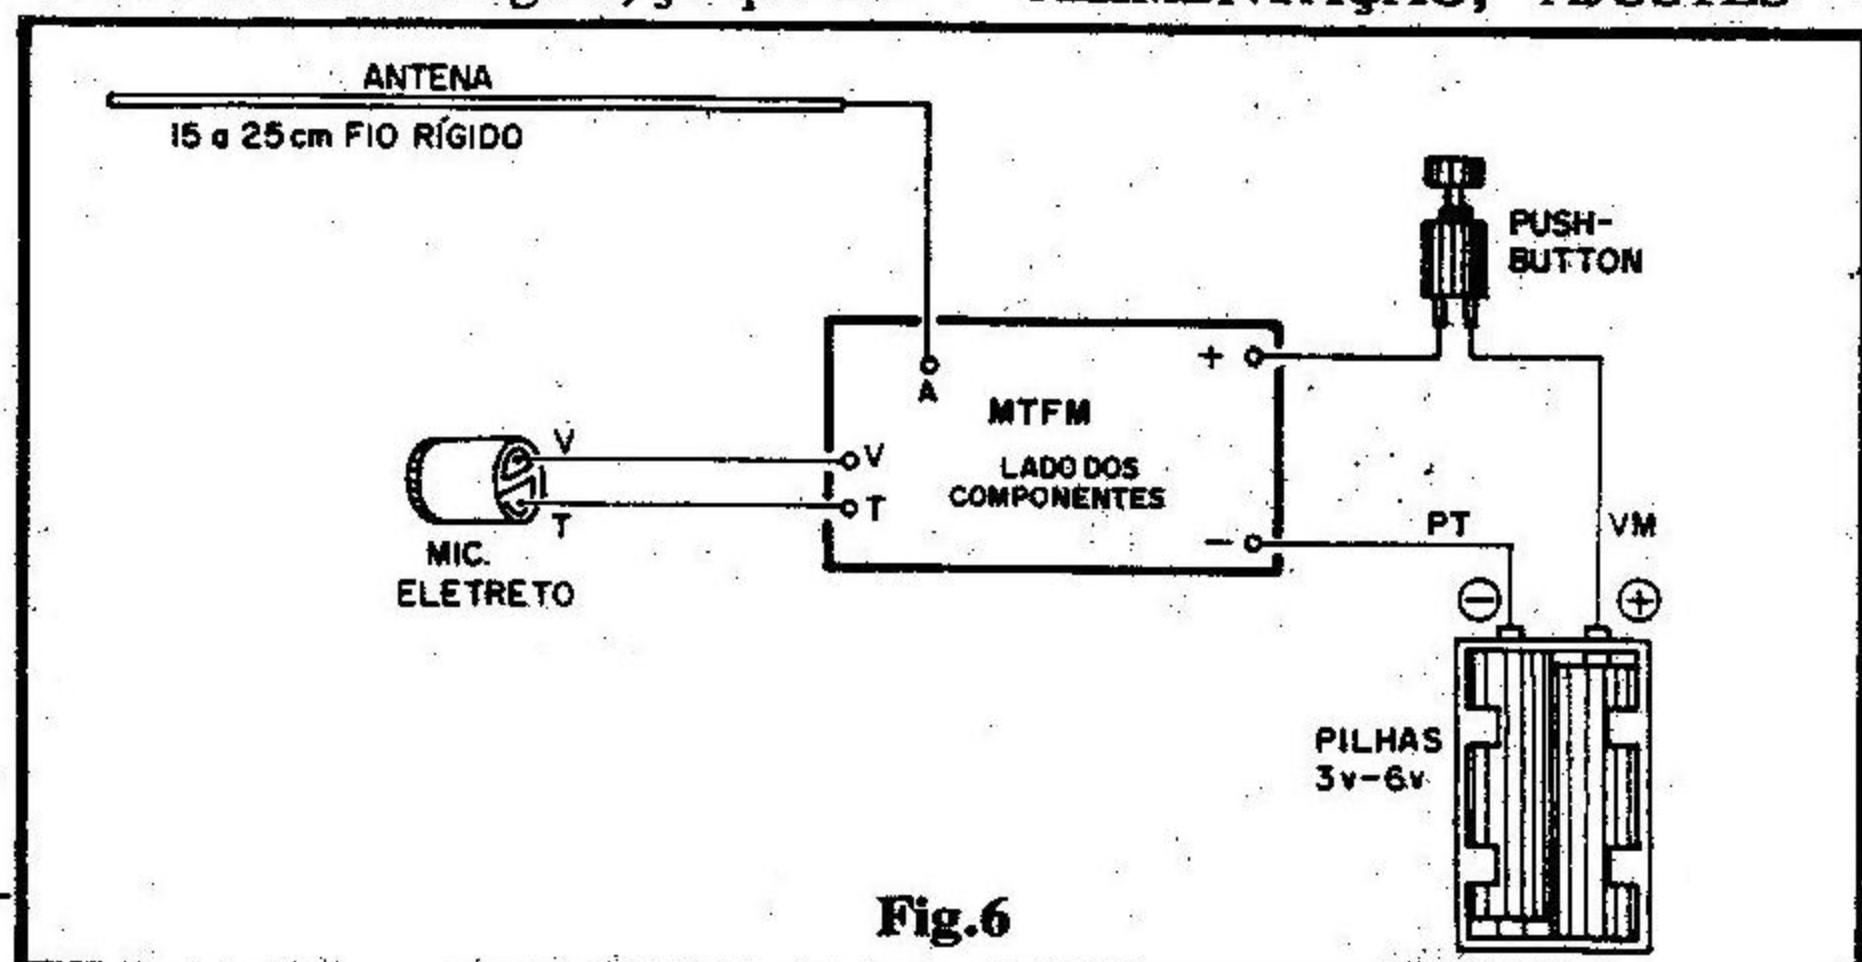

Fig.6
- FIG. 6 - COMPONENTES E CONEXÕES EXTERNAS À PLACA - Ficam fora da plaquinha, os seguintes itens: antena (não mais do que um pedaço de fio rígido, 15 a 25 cm., ligado ao ponto "A" por um pedacinho de fio flexível, ou mesmo diretamente...), o microfone de eletreto (atenção à identificação dos terminais - ver fig. 2 - e sua correspondência com a codificação "V" e "T" da placa), as pilhas (atenção à polaridade) e o **push-button** (interruptor momentâneo, tipo Normalmente Aberto). Todas as conexões estão devidamente codificadas e visualmente identificadas na fig. 6, que mostra a plaquinha ainda pelo seu lado não cobreado, apenas com a "eliminação" dos componentes sobre a placa, para descomplicar a coisa...